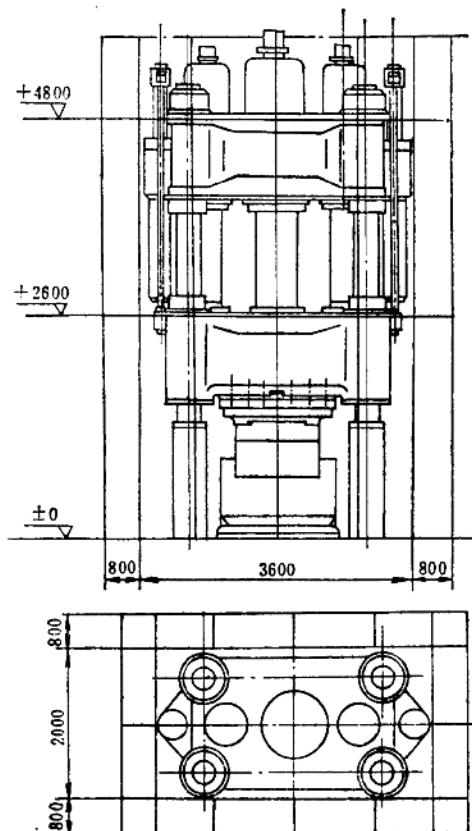

图13-2-17 脚手架尺寸
1) 搭脚手架：尺寸如图13-2-17所示，脚手架的负荷以20人工作计算，允许承受1.5t重，不得在脚手架上堆放零件和工具，可用木、竹质